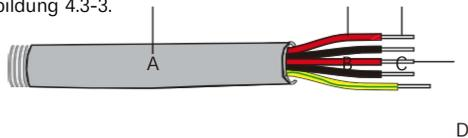

Abbildung 4.3-3 Netzanschlussleitung
**Schritt 1.** Bereiten Sie die Klemmen und Wechselstromkabel wie unten beschrieben vor, siehe Abbildung 4.3-3.